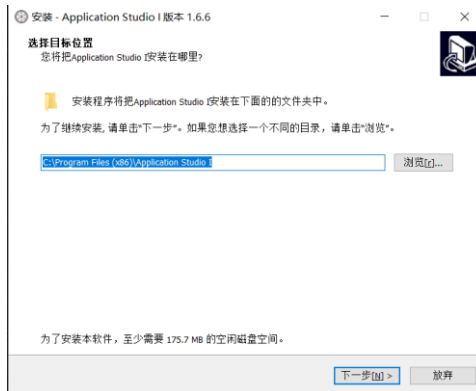

图 6-1 安装软件
- ①从官网上下载程序安装包。
- ②双击后缀为 .exe 应用程序文件,打开软件准备安装界面，等待解压完成后，弹出安装引导到安装画面。如图 6-1 所示。